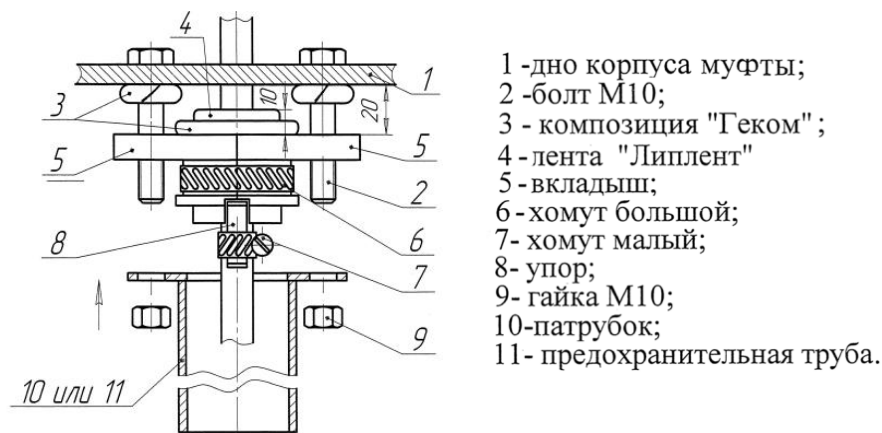

Рис.2. Состав герметизирующего комплекта
Состав герметизирующего комплекта приведен на рис.2.
- установить вкладыши на намотанную ленту таким образом, чтобы лента выступала над верхним срезом вкладышей на 10 мм (см. рис.2);